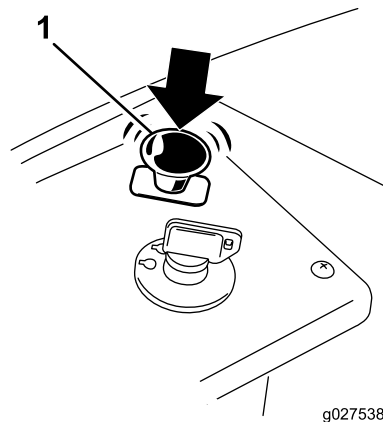

Figure 12
1. Désengagez les lames en poussant la commande des lames en position DÉSENGAGÉE (Figure 12).